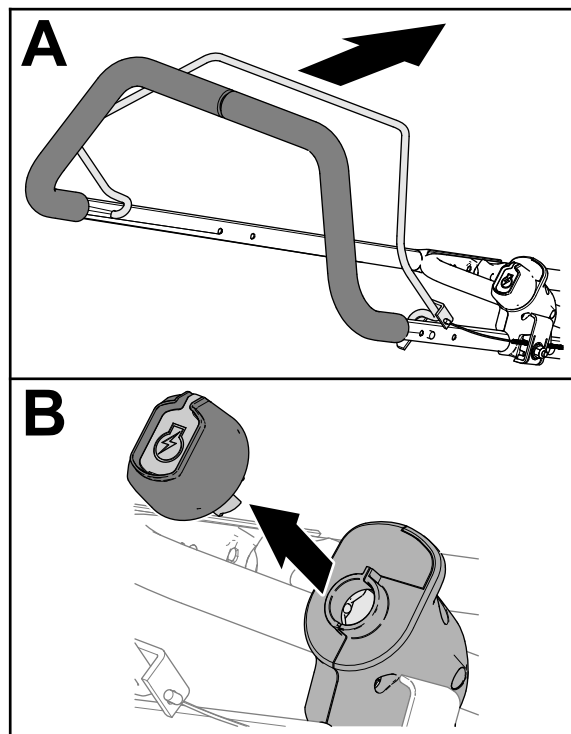

Figur 16
1. Sett inn elektrisk start-nøkkelen i den elektriske startbryteren (Figur 16).
2. Ta tak i håndtaket og dødmannsbøylen, og lukk bøylen mot håndtaket (Figur 16).